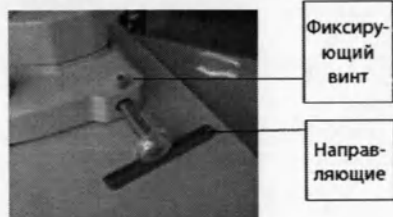

Рис. 2.2.5
9. Выньте щелевую лампу (Рис. 2.1.3), установите её на направляющие рабочего стола, проверьте чтобы колеса свободно катились по направляющим (Рис. 2.2.5 и 2.2.6), с помощью отвертки открутите четыре винта крепящих направляющие, установите протекторы, затяните винты (Рис. 2.2.5 и 2.2.6).